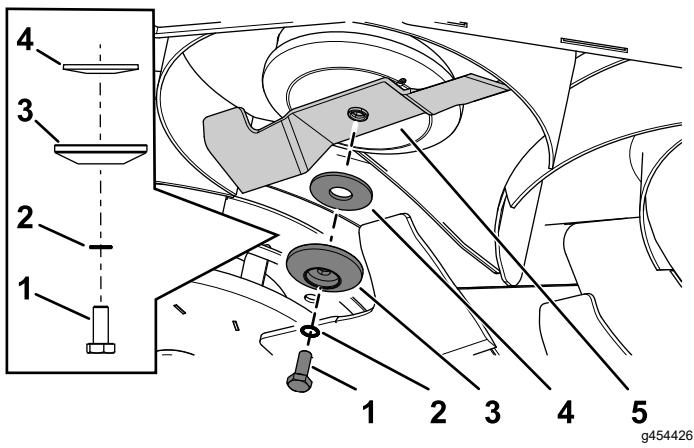

図 110
2. 先ほど取り外したブレードボルト、鋸歯ワッシャ、ブレードリテーナ、湾曲ワッシャを使って、ブレードを取り付ける図 110。